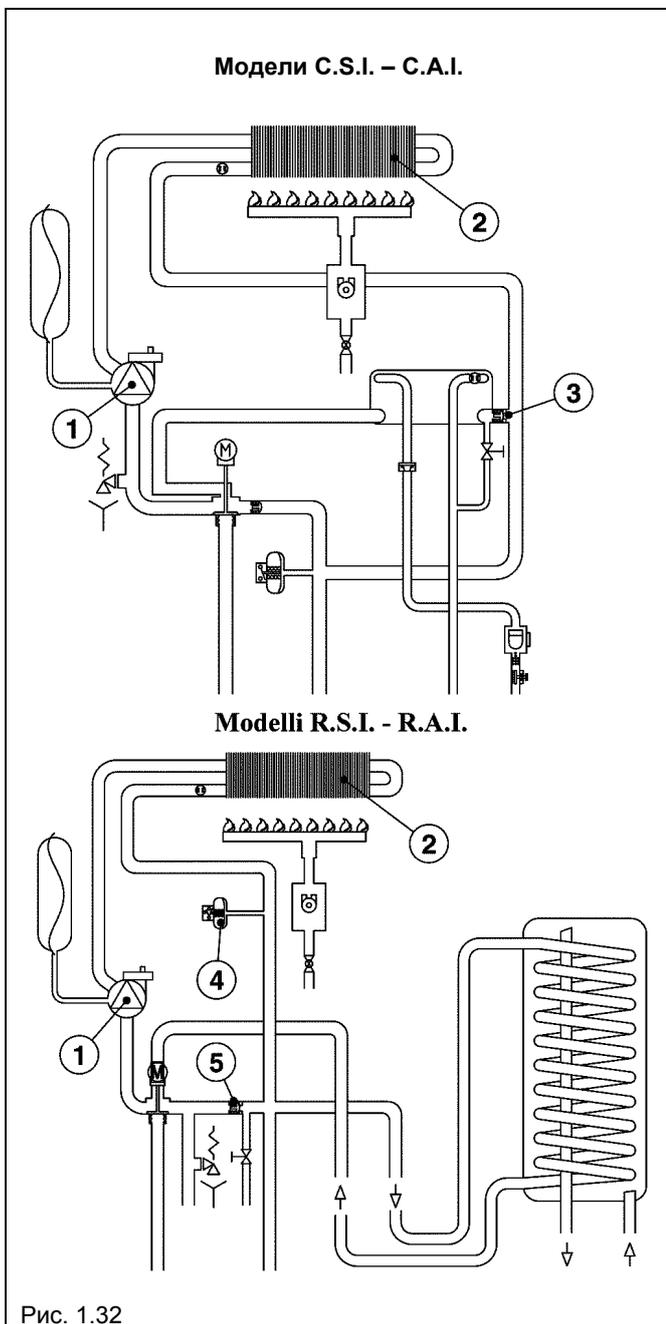

Рис. 1.32
1.5.5 Принципиальная гидравлическая схема при работе в режиме отопления (рис. 1.32)
- Когда термостат температуры в помещении требует увеличить температуру, трехходовой клапан переключается в режим отопления. В состоянии ожидания трехходовой клапан занимает положение для работы на контур ГВС. Во время запроса от контура отопления включается циркуляционный насос (1).
- В двухконтурных моделях котлов циркуляционный насос направляет воду в первичный теплообменник (2). Затем вода идет по соединительной трубке до обратного клапана (3) на теплообменнике ГВС, но тот оказывается закрыт, потому что трехходовой клапан находится в положении, которое соответствует отоплению. Воде не удастся преодолеть сопротивление пружины, и она поступает в сторону прямого трубопровода отопления.
- В одноконтурных моделях котлов циркуляционный насос направляет воду в первичный теплообменник (2) и в сторону прямого трубопровода отопления.
- Если гидравлический прессостат (4) замкнут, происходит розжиг горелки.
- При работе в обычных условиях, то есть когда в системе отопления происходит небольшое падение давления и расход воды превышает 450 литров в час, автоматический клапан бай-пас (5) остается закрытым. Поэтому вода будет полностью поступать в систему отопления (прямой трубопровод системы отопления).
- Если же в системе отопления появляется повышенное гидравлическое сопротивление на клапан бай-пас (5) начинает воздействовать повышенное давление, которое частично его приоткрывает. При этом прямой и обратный трубопровод начнут сообщаться между собой. Таким образом, часть воды будет циркулировать внутри котла, а к ней будет прибавляться вода, поступающая из обратного трубопровода системы отопления.